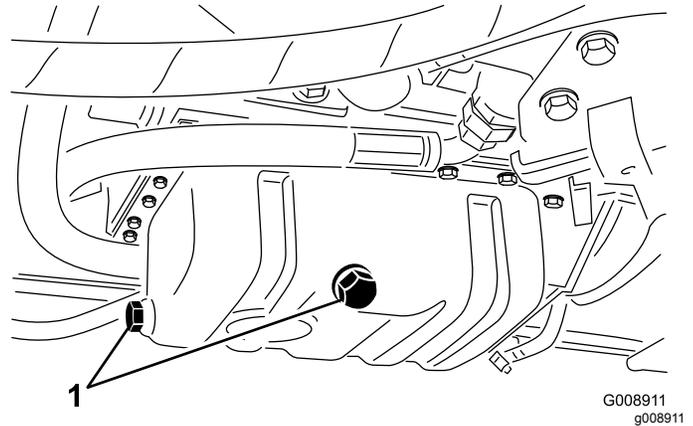

Bild 35
1. Entfernen Sie die Ablassschraube (Bild 35) und lassen Sie das Öl in die Auffangwanne ab.